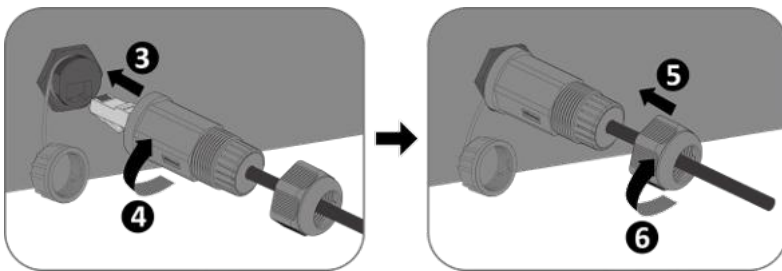

Abb. 50. Netzwerkkabel anschließen
3. Stecken Sie das Netzwerkkabel in den entsprechenden Kommunikations-Port des Geräts (siehe COM4 oder COM5) (siehe Abb. 50, Reihenfolge und Pfeilrichtungen beachten), ziehen Sie die Gewindehülse fest und ziehen Sie dann die Überwurfmutter an.